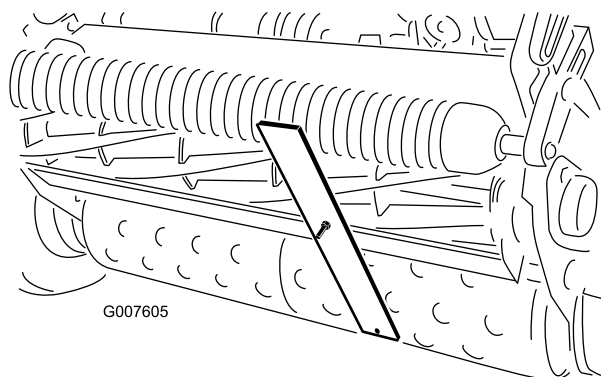

Figure 50
4. Accrochez la tête de la vis sur le bord tranchant de la contre-lame et appuyez l'arrière du gabarit contre le rouleau arrière (Figure 50).